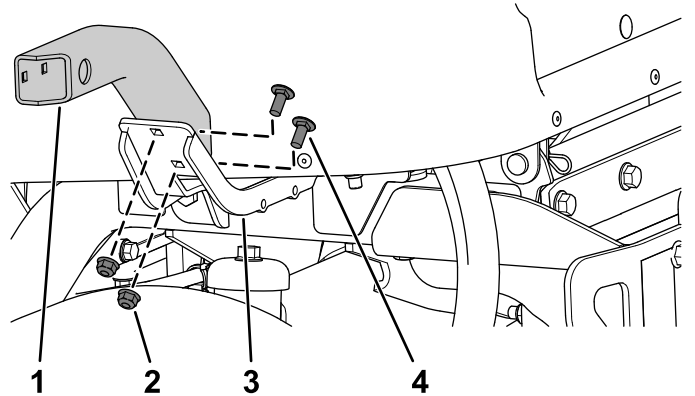

Figura 23
3. Fije el bastidor corto izquierdo y el bastidor corto o largo derecho al bastidor izquierdo y al bastidor derecho con 4 pernos de cuello cuadrado ($\frac{5}{16}$ " x $\frac{3}{4}$ ") y 4 tuercas con arandela prensada ($\frac{5}{16}$ "), tal y como se muestra en la Figura 23.